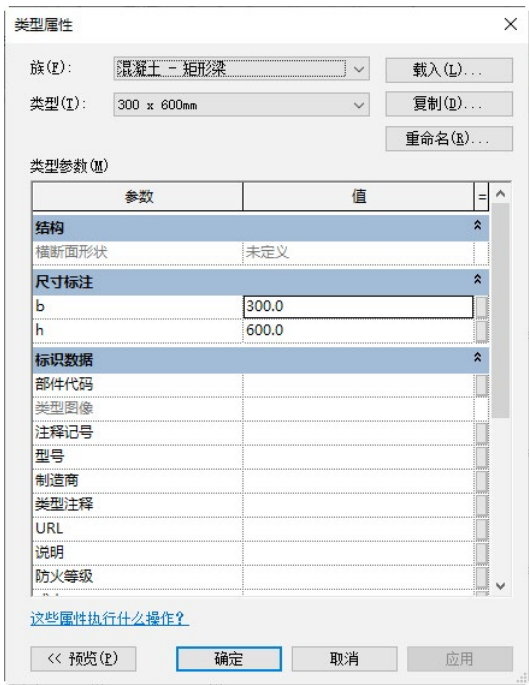
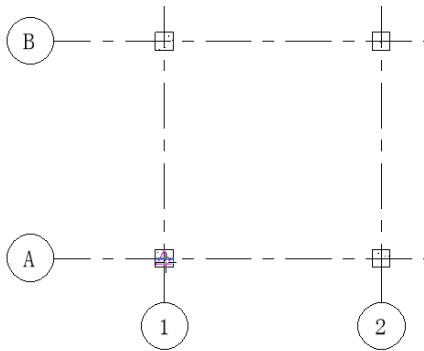

图 6-4 “类型属性”对话框
图 6-5 指定梁的起点
(6) 单击“属性”选项板中的“类型编辑”按钮，打开“类型属性”对话框，新建“300×600mm”类型，更改“b”为“300.0”，“h”为“600.0”，其他采用默认设置，如图 6-4 所示。
(7) 在选项栏中设置“放置平面”为“标高 1”，其他采用默认设置。
(8) 在绘图区域中单击柱的中点作为梁的起点，如图 6-5 所示。